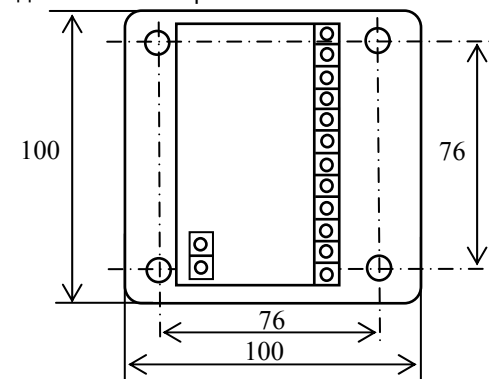

Рис.1. Габаритные и установочные размеры модуля.
6.1.1. При проектировании размещения устройств пожарной автоматики необходимо руководствоваться «Строительными нормами и правилами СНИП 2.04.09-84», НПБ 88-2001*. Габаритные и установочные размеры модуля показаны на рис.1, принципи-